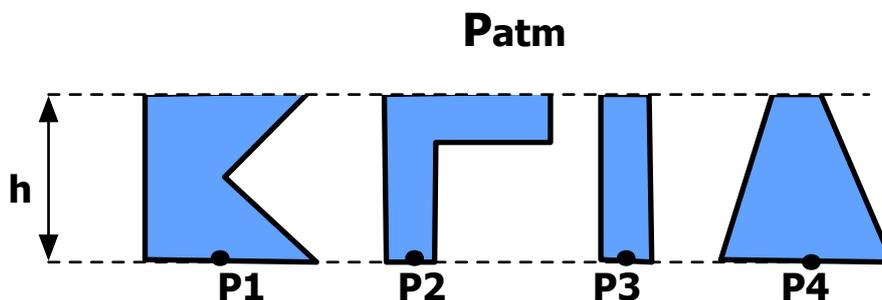

Figure 3 – Pression hydrostatique
**Pression hydrostatique :** À l'intérieur d'une colonne de fluide se crée une pression due au poids de la masse de fluide sur la surface considérée. Pour chacun des quatre récipients représentés sur la figure 3, la pression au fond de ceux-ci est identique est égal à :